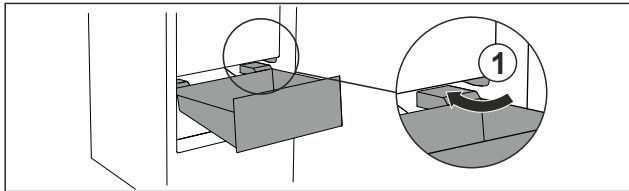

Fig. 77
- Far passare il cassetto intorno ai fermi Fig. 77 (1) inclinandolo.